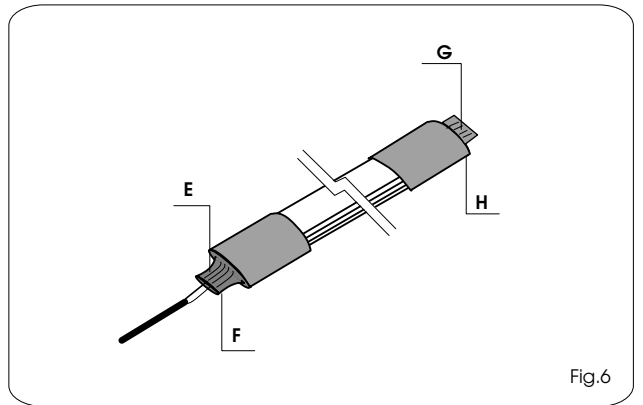

Fig.6
- 7) Pressare a caldo con una pinza piana la guaina in prossimità del cavo (Fig.6 punti E e F) per ottenere una efficiente tenuta stagna. Accertarsi che la termorestrizione sia perfettamente uniforme.
- 11) Pressare a caldo con una pinza piana la guaina (Fig.6 punti G e H) per ottenere una efficiente tenuta stagna. Accertarsi che la termorestrizione sia perfettamente uniforme.
- 7) Using flat pliers, hot-press the sheath near the cable (Fig.6 points E and F) to ensure it provides a proper hermetic seal. Make sure heat shrinking is perfectly uniform.
- 11) Using flat pliers, hot-press the sheath near the cable (Fig.6 points G and H) to ensure it provides a proper hermetic seal. Make sure heat shrinking is perfectly uniform.
- 7) Presser à chaud, avec une pince plate, la gaine à proximité du câble (Fig. 6 - points E et F) pour créer une étanchéité fiable. S'assurer que la thermo-restriction soit parfaitement uniforme.
- 11) Presser à chaud, avec une pince plate, la gaine (Fig. 6 - points G et H) pour créer une étanchéité fiable. S'assurer que la thermo-restriction soit parfaitement uniforme.
- 7) Mit einer Flachzange muß der Mantel in noch warmem Zustand im Bereich des Kabels (Abb. 6 Punkte E und F) angedrückt werden, um eine umfassende Abdichtung zu gewährleisten. Es sollte überprüft werden, ob die Wärmeschrumpfung gleichmäßig erfolgt ist.
- 11) Mit einer Flachzange muß der Mantel in noch warmem Zustand (Abb. 6 Punkte G und H) angedrückt werden, um eine umfassende Abdichtung zu gewährleisten. Es sollte überprüft werden, ob die Wärmeschrumpfung gleichmäßig erfolgt ist.
- 7) Con una pinza plana, presionen en caliente la vaina en proximidad del cable (Fig.6 puntos E y F) para crear una eficiente hermeticidad. Asegúrense de que la termocontracción sea perfectamente uniforme.
- 11) Con una pinza plana, presionen en caliente la vaina (Fig.6 puntos G y H) para crear una eficiente hermeticidad. Asegúrense de que la termocontracción sea perfectamente uniforme.